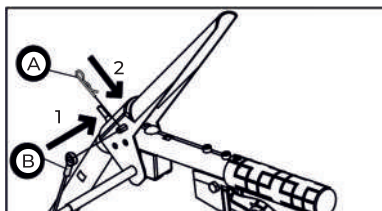

Рис. 7
5) Протяните трос (рис. 7В) к рукояткам, зафиксируйте штифтом (рис. 7А).